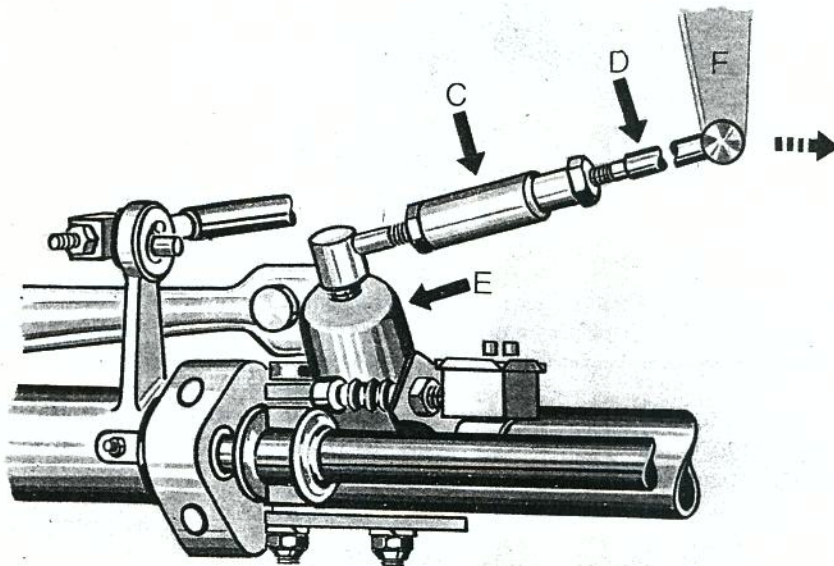

Fig. 28
- gire a luva reguladora (C) até que o pino (B) encoste no “pare” (G), o que é perceptível na alavanca de mudanças, e também até que a alavanca seletora (F) encontre o encôsto interno na caixa, o que é possível movimentando-a no sentido da seta, como mostra a fig. 28
- volte a alavanca (F) em sentido contrário, até o encôsto, devendo-se para isso, girar a luva reguladora (C), contando o número de voltas necessárias
- em seguida, gire a luva reguladora (C), em sentido contrário, até a metade do número de voltas contadas na operação do item de n.º 5
- aperte as porcas da luva reguladora (C)